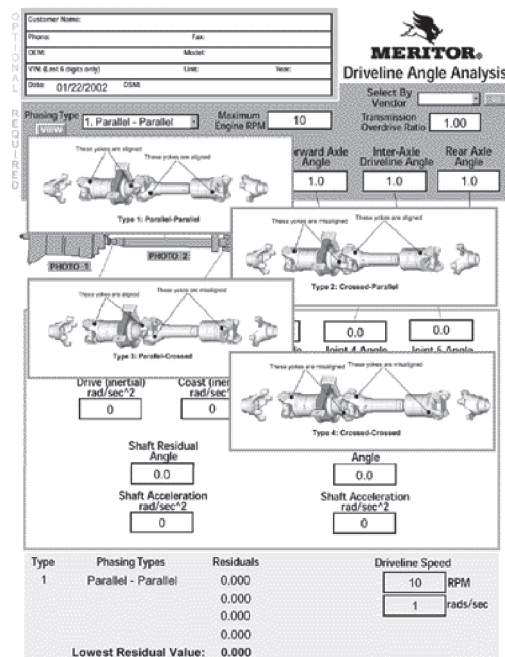

Figura 13.24
4. Digite el sistema de transmisión tipo Fase. Haga clic en el botón VIEW cerca del campo Tipo de Fase para ver lo ejemplos de los cuatro tipos de Fase. Figura 13.24. Al pasar el cursor sobre el ejemplo ventanas los cerraran.